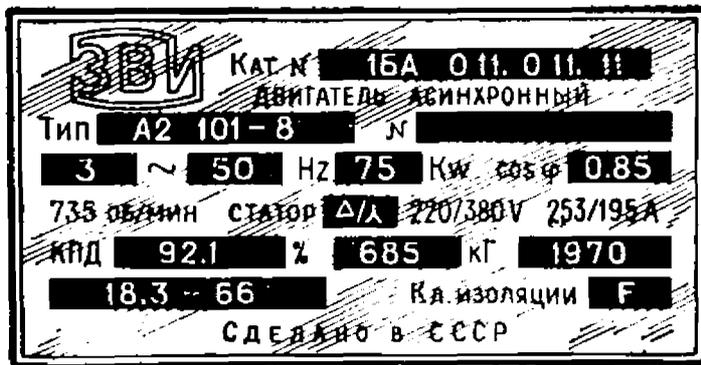

Рис. 15.5
15.5. На рис. 15.5 изображен паспортный щиток трехфазного короткозамкнутого асинхронного двигателя.